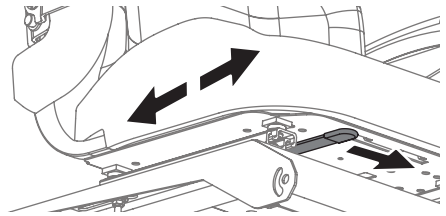

Figura 17
3. Suelte la palanca de ajuste. Asegúrese de que el asiento esté fijo en su posición antes de operar el tractor. Consulte la Figura 17.